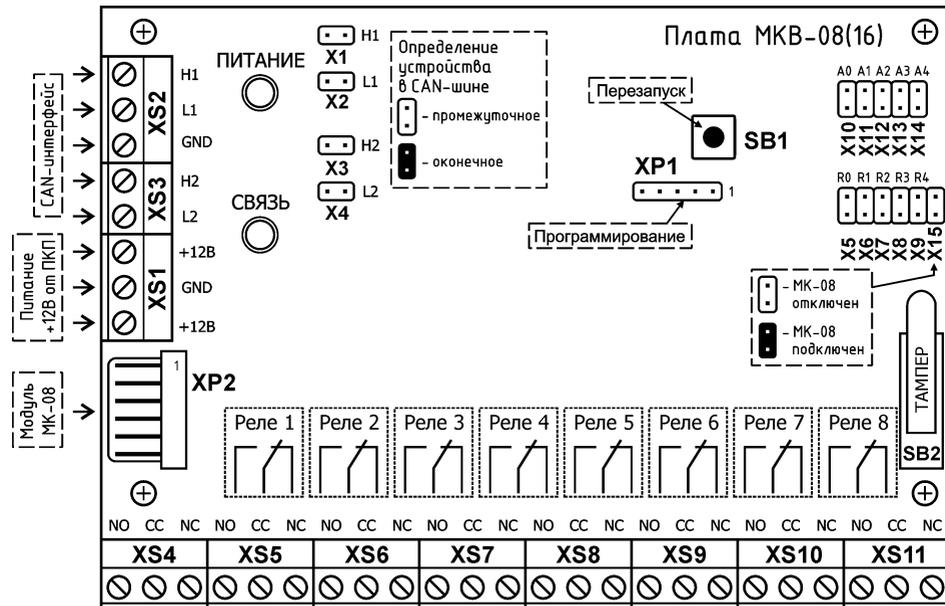

Рисунок 2 - Внешний вид платы МКВ-08(16) и схема подключений
4.2.2 Плата **МКВ-08(16)** (см. Рисунок 2) установлена внутри корпуса модуля и предназначена для реализации основных функциональных возможностей модуля.
- разъём системного программирования микроконтроллера (см. Рисунок 2 и Таблицу 2);
- разъёмы (клемные колодки) для подключения 8-и исполнительных устройств (см. Рис. 2 и Табл. 2);
- разъём подключения расширительного модуля МК-08 (см. Рисунок 2 и Таблицу 2);
- разъём для подключения источника питания 12 В (первого и второго каналов) - (см. Рис. 2 и Табл. 2);
- два разъёма для подключения линий интерфейса CAN (первого и второго каналов) - (см. Рисунок 2 и Таблицу 2);
- перемычки установки диапазона номеров реле блока - (см. Рисунок 2 и Таблицы 3 и 4);
- перемычки установки CAN-адреса модуля (установка адреса) - (см. Рисунок 2 и Таблицы 3 и 5);
- перемычки установки подключения оконечных резисторов интерфейса CAN (см. Рисунок 2 и Табл. 3);
- кнопка инициализации модуля «Перезапуск» SB1 (см. Рисунок 2);
- детектор вскрытия корпуса «Тампер» SB2 (см. Рисунок 2).